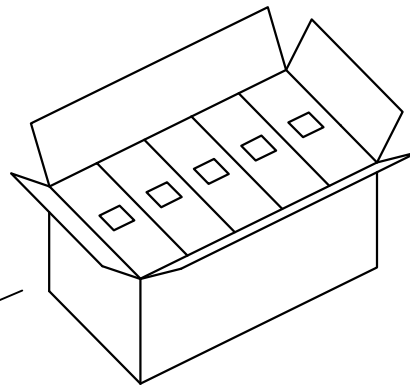

图4 外箱
- 3: 如图4, 每外箱装10内盒, 数量为10X(7X1000pcs)。